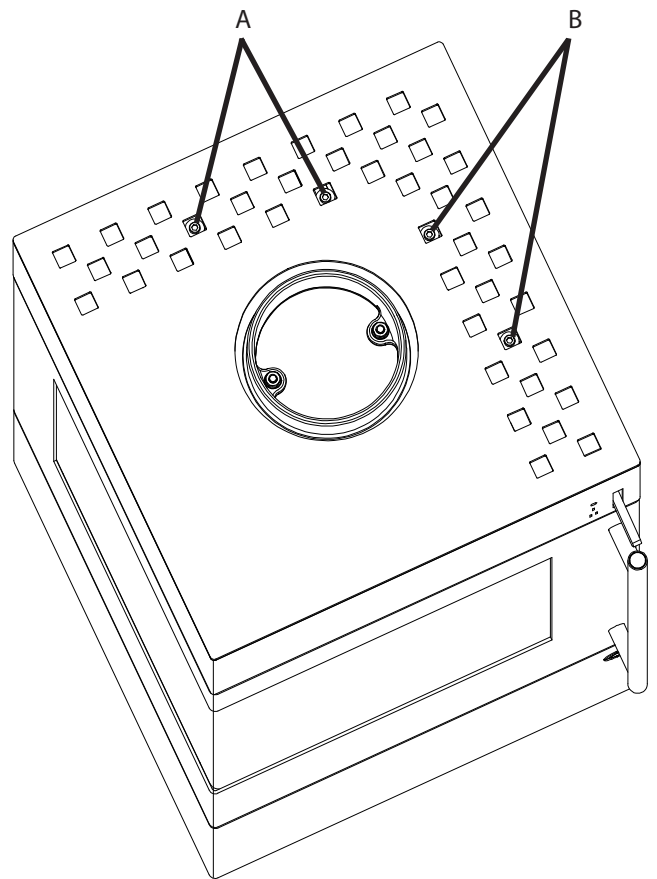

Fig.1
- Aflojar los tornillos de fijación (A) para el panel posterior y los tornillos de fijación (B) para la pared lateral en la parte superior del aparato (máx. 2 vueltas, ver Fig.1).